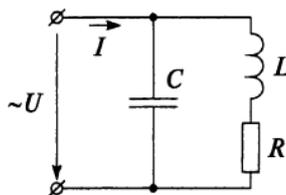

Рис. 5
15. К питающей сети с напряжением 110 В параллельно подключены конденсатор и катушка индуктивности с активным сопротивлением 5 Ом и индуктивностью 0,02 Гн (рис. 5). При частоте питающего напряжения 120 Гц в контуре возник резонанс. Определить емкость конденсатора и ток в неразветвленной части цепи при резонансе токов.